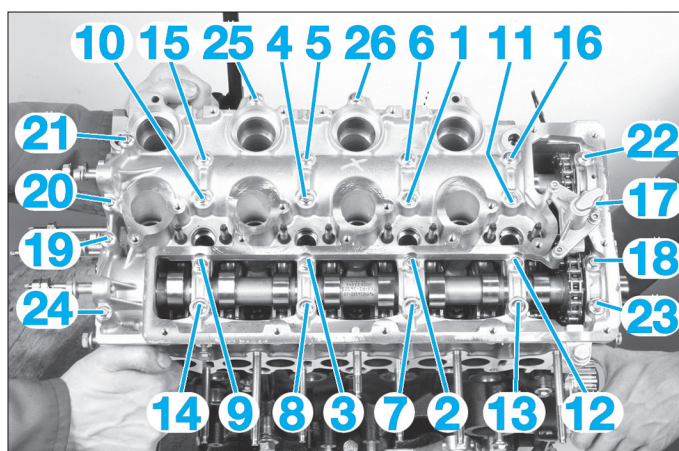

Fig. 58
- Serrer le carter d'arbres à cames dans l'ordre et aux couples de serrage prescrits (Fig.58).